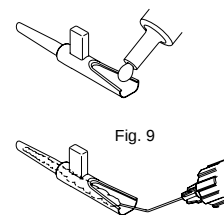

Fig. 9
2. Encha o cartucho primeiro com BSS seguido por um enchimento parcial com aproximadamente 0,3 ml de material viscoelástico tipo metilceluloso, criando um rasto na parte traseira da área de carregamento. (Fig. 9)